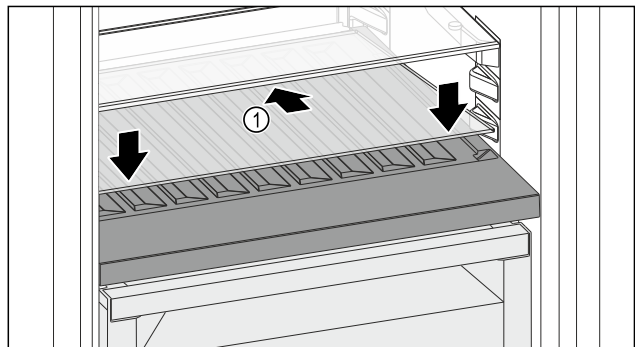

Fig. 207
- ▶ Glasplatte Fig. 207 (1) schräg und nach hinten unten geneigt ansetzen.
- ▶ Glasplatte Fig. 207 (1) vorne absenken.